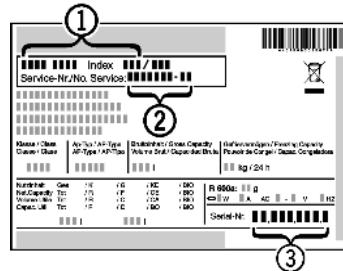

Fig. 9
► Прочетете от идентификационната табелка описание на уреда Fig. 9 (1), сервизния № Fig. 9 (2) и серииния № Fig. 9 (3). Идентификационната табелка се намира на лявата вътрешна стена на уреда.
- Обадете се на сервизната служба и посочете неизправността, описание на уреда Fig. 9 (1), сервизния № Fig. 9 (2) и серииния № Fig. 9 (3).